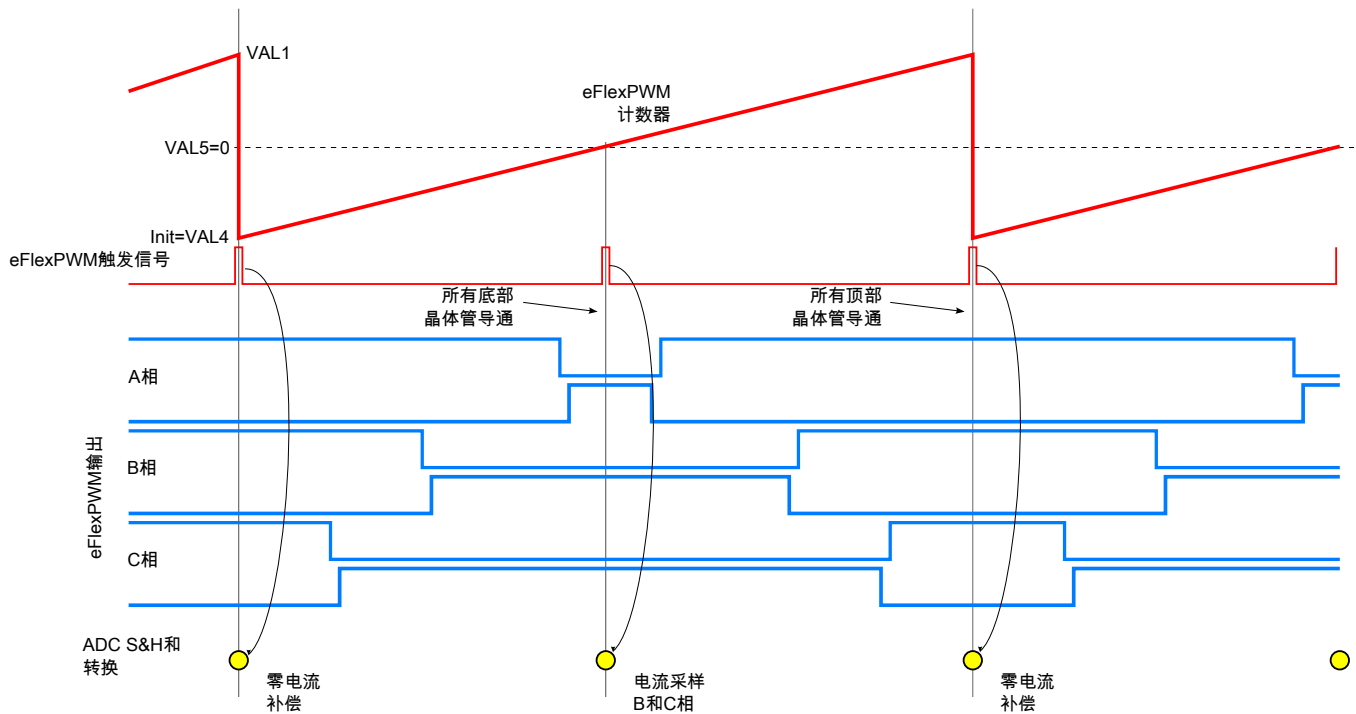

图 4. 使用 3 个分流器的电流采样
- 为了测量所有三相电流, 将在每个 PWM 周期对相电流进行二次采样, 每次仅对三相的其中二相进行采样 (参见图 4)。第一次采样在 PWM 周期开始时进行。在此时刻, 下桥臂的晶体管均关闭, 没有电流流过分流器。模数转换的结果对应于零电流时的偏移量, 该值用于零点偏移补偿。
第二次转换在周期中点进行, 下桥臂的晶体管均开启为导通状态。因为某些相的下桥臂晶体管导通时间非常短, 所以选择下桥臂具有最宽脉宽的两个相进行采样。因此, 选择哪两相电流采样根据所有三相的实际占空比而有所变化。参见图 4。